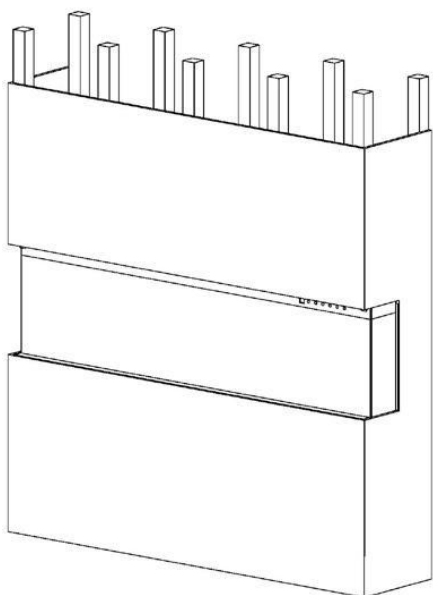

Fig.3-4
7. Coprire il pannello di vetro con un sacchetto di plastica protettivo e installare il compensato o il cartongesso. Fig.3-4